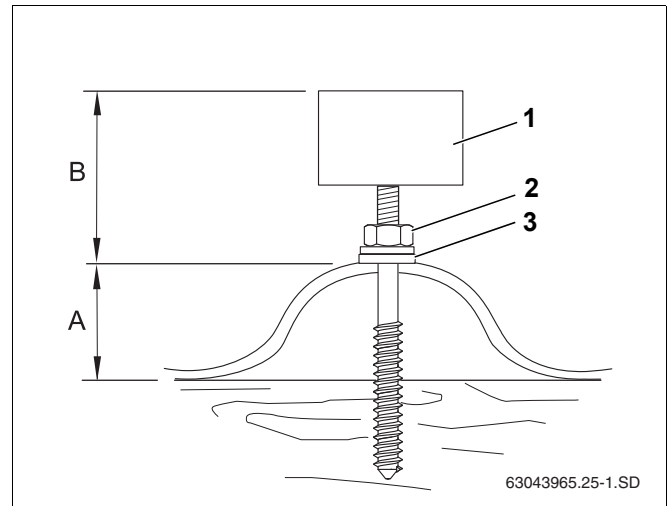

Рис. 24 Шпилька, установленная на крыше с покрытием волнистыми листами
Размер В (таб. 7 и рис. 24) должен быть одинаковым для всех шпилек.
- ▶ Закрутите гайку (рис. 24, **поз. 2**) до полного прилегания к крыше уплотняющей шайбы (рис. 24, **поз. 3**).